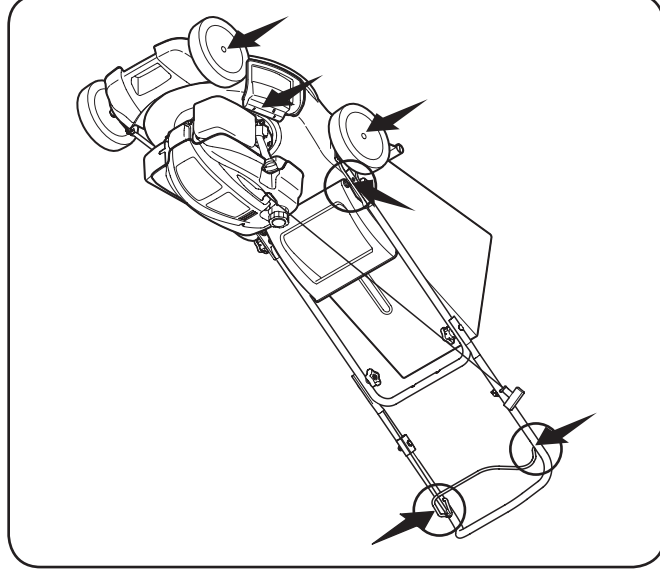

Figure 6-1
1. Lubrifiez les points de pivot de la poignée de commande de la lame au moins une fois par saison avec une huile légère. La commande de la lame doit fonctionner facilement dans les deux sens. Voir la Figure 6-1.
3. Le ressort de torsion et le point de pivotement sur la porte d'éjection arrière et bouchon de déchiquetage du coter doivent être lubrifiés périodiquement avec une huile légère pour empêcher la rouille. Voir la Fig. 6-1.